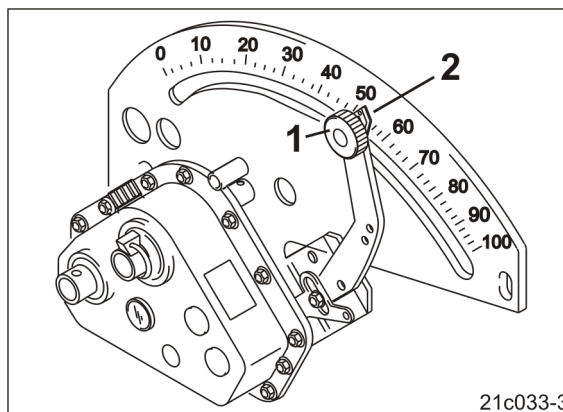

Fig. 221
4. Still inn viseren (Fig. 221/2) til girspaken på girinnstillingsverdien 100.
5. Trekk fast låseknappen (Fig. 221/1).